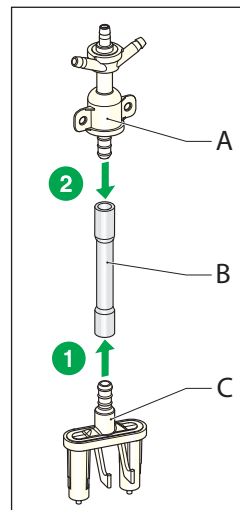

Fig. 5
- 1 Réassembler les pièces B et C. (Fig. 5)
- 2 Réassembler les pièces A et B. (Fig. 5)